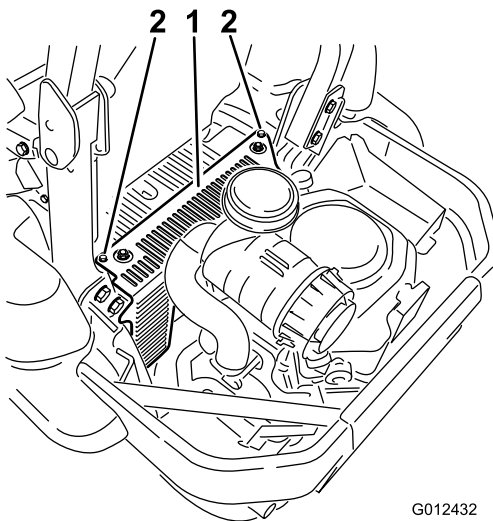

Figure 56
3. Déposez le capot de l'unité hydraulique et les 2 boulons qui y sont fixés (Figure 56). Vous pourrez ensuite accéder à la bougie avant.
Montez le capot de l'unité hydraulique (Figure 56).